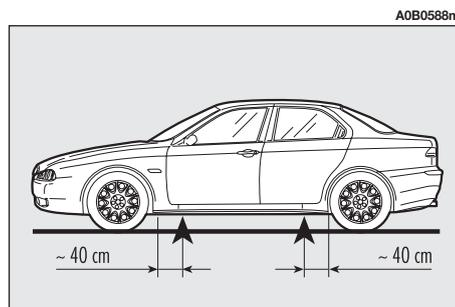

fig. 79
*Il sollevamento della vettura deve essere eseguito posizionando il cric od il piattello del braccio del sollevatore da officina esclusivamente nei punti indicati (fig. 79).*
La vettura deve essere sollevata solo lateralmente disponendo l'estremità dei bracci o il sollevatore da officina nelle zone illustrate, a circa 40 cm dal profilo del passaruota (fig. 79).